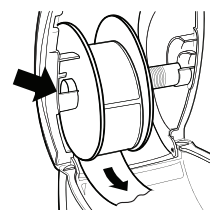

Figure 3
Les figures 3 et 4 de cette section illustrent le chargement des étiquettes dans une imprimante LabelWriter 450. Cependant, ces instructions s'appliquent au chargement d'étiquettes dans n'importe quel modèle d'imprimante LabelWriter.
- 6 Insérez la bobine à étiquettes dans la fente du couvercle de l'imprimante, de façon à ce que les étiquettes se déroulent par le côté inférieur du rouleau. Voir Figure 3.